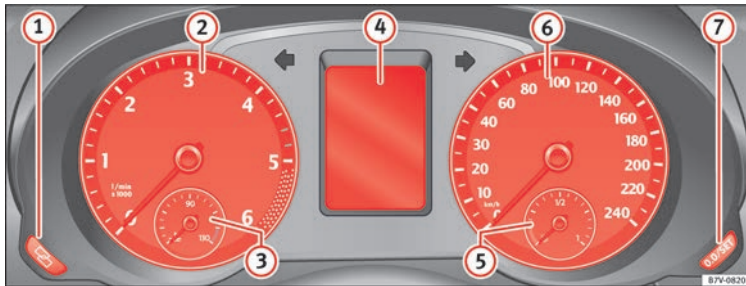

Abb. 34 Display des Kombi-Instrumententafel.
» Abb. 34:
① Stelltaste für die Uhr¹⁾
- Für weitere Einstellungen drücken Sie die Taste » Abb. 34 ⑦. Zum Schnelldurchlauf gedrückt halten.
② Drehzahlmesser (Umdrehungen x 1000 pro Minute des laufenden Motors).
Im Display des Kombiinstrumentes » Abb. 34 ④ können je nach Fahrzeugausstattung verschiedene Informationen angezeigt werden:
Die Anzeige des Service-Ereignisses erfolgt im Display des Kombiinstruments » **Abb. 34** **4**.